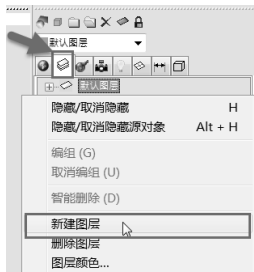

图 8-3 设置新建图层
1) 在全局浏览器中，单击“图层”选项卡，随后在全局浏览器中的任意空白位置单击鼠标右键，在弹出的快捷菜单中选择“新建图层”选项，如图 8-3 所示。